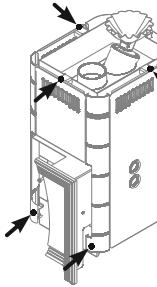

Рисунок 8. Саморезы для демонтажа конвектора пещи
2. Снять конвектор, открутив 5 саморезов (рисунок 8);